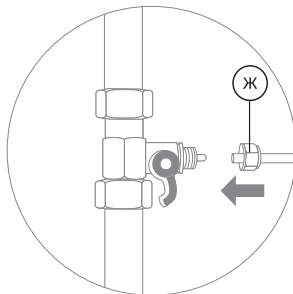
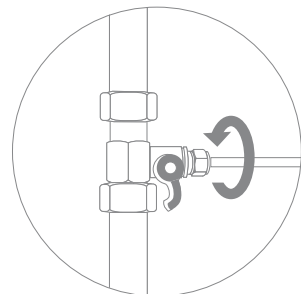

Рис. 8
Рис. 9
2. В гайку (Ж) проденьте зеленую трубку (рис. 8). Конец трубки наденьте на штуцер адаптера-вентиль до упора и плотно накрутите гайку (рис. 9).